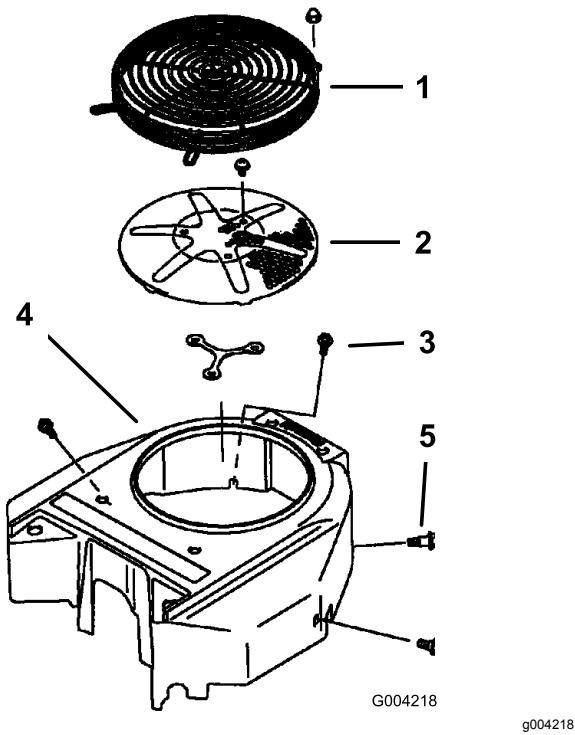

Figure 76
Enlevez l'herbe, les saletés et autres débris éventuellement accumulés sur la grille du moteur. Cela permet d'assurer un refroidissement et un régime moteur corrects, et réduit les risques de surchauffe et de dommages mécaniques du moteur (Figure 76).
3. Déposez la grille d'entrée d'air, le lanceur et le carter du ventilateur (Figure 76).
5. Remettez la grille d'entrée d'air, le lanceur et le carter du ventilateur (Figure 76).